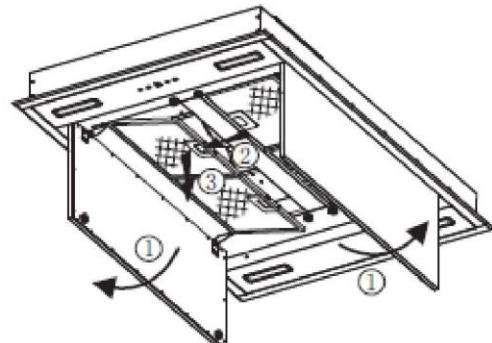

Abb. 6
a. Siehe Abb. 6, öffnen Sie die Zierplatte der Reihe nach und nehmen Sie den Filter heraus.